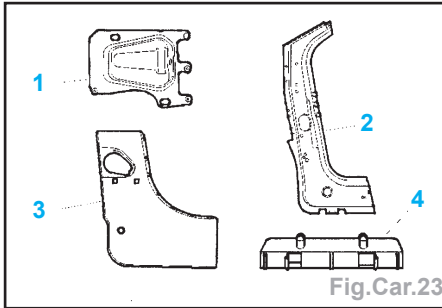

Fig.Car.23
- Pièces nécessaires (Fig.Car.23)